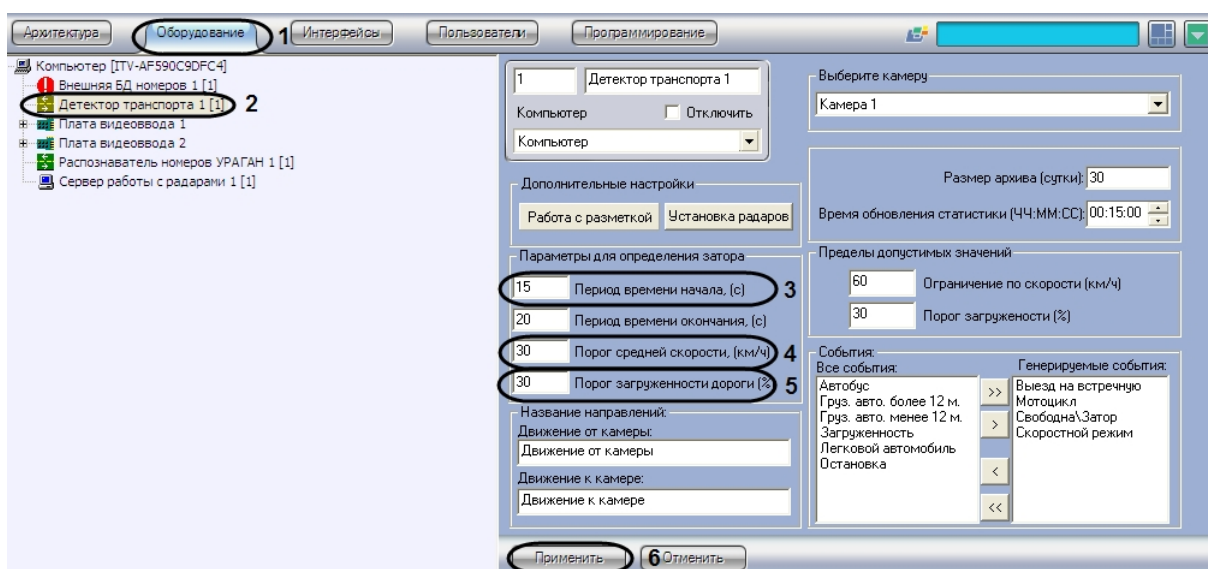

Рис. 77. Указание параметров образования затора на дороге
2. В дереве объектов на вкладке «Оборудование» выбрать объект «Детектор транспорта», соответствующий настраиваемому программному модулю «Детектор транспорта». В правой части вкладки «Оборудование» отобразится панель настройки выбранного объекта (см. Рис. 77).